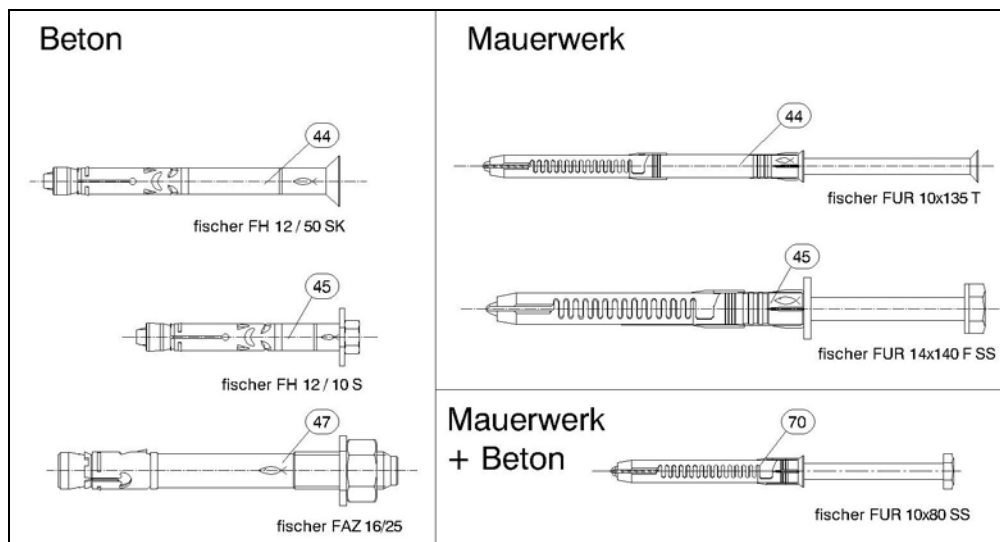

Abb.27: Zugelassene Dübel für Feuerschutz-Elementhubtor T90-1 „Teckentrup HT-E“
- **Es dürfen nur die in Abb.27 dargestellten, bauaufsichtlich und für Teckentrup-Feuerschutz-tore zugelassenen Dübel verwendet werden.**